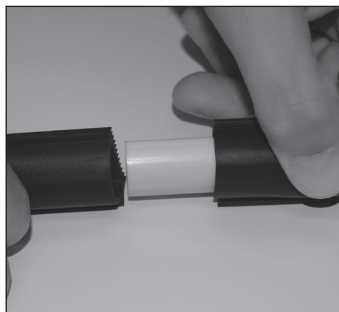
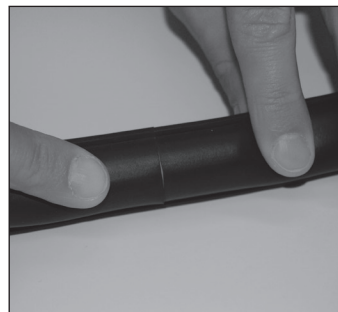

Figure 5
Figure 5a
- b. Installer le raccord en plastique fourni avec la barrière hydraulique aux deux extrémités de la barrière afin de supprimer tout écart entre les deux extrémités. **Figure 5 et Figure 5a**